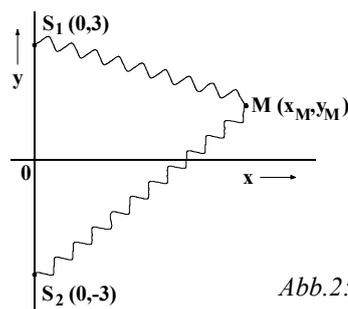

Abb.2: Berechnung
- b) FAKULTATIV!! Berechne und zeichne in einem Excel-Sheet alle Punkte M, bei denen die Wasseroberfläche ruhig bleibt. Wähle hierzu  $0 \leq x_M \leq 10$ ,  $-15 \leq y_M \leq 15$  (Abb.2).